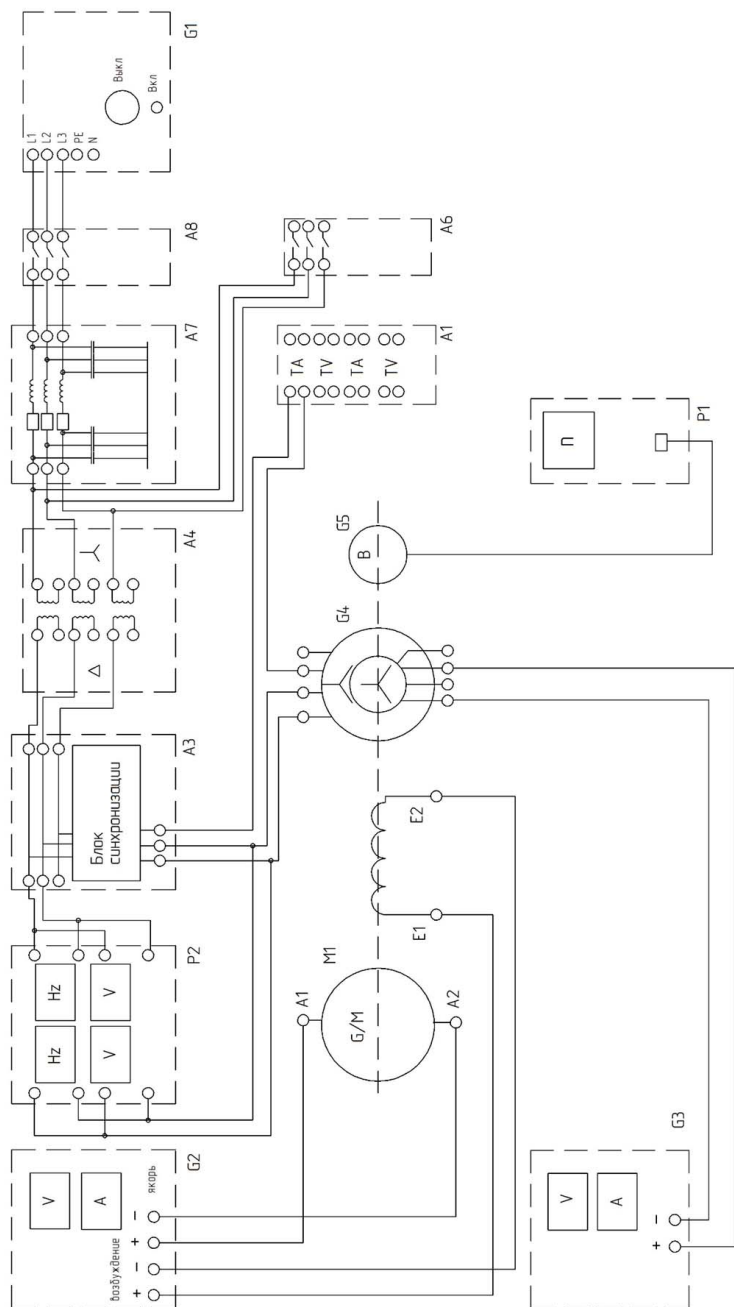
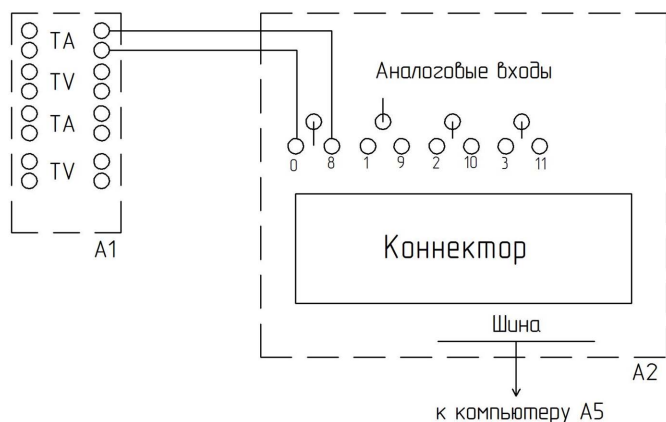

Рис. 4.1. Электрическая схема соединений (часть 1)
Рис. 4.2. Электрическая схема соединений (часть 2)
4. Соедините аппаратуру в соответствии с электрической схемой соединений (рис. 4.1), используя дополнение к схеме (рис. 4.2).